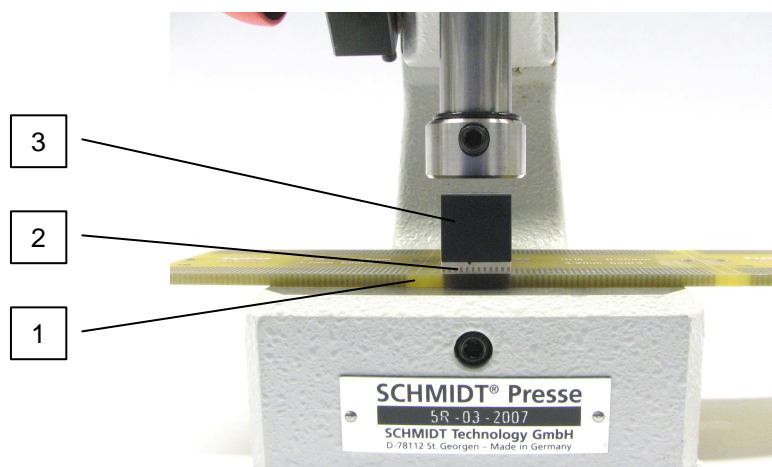

Abbildung 3
3. Das Schließmaß ergibt sich aus Dicke der Leiterplatte + Höhe des Gehäuses mit aufgesetztem Eindrück-Block. Die Messerleiste muss vollständig auf die Leiterplatte eingepresst werden (siehe Abbildung 3 und 4).